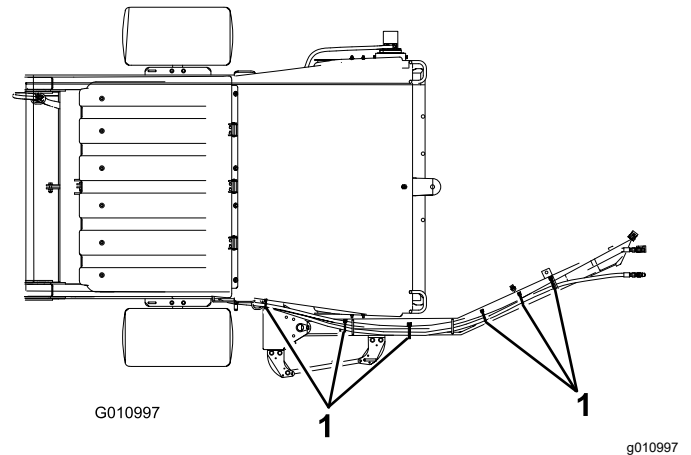
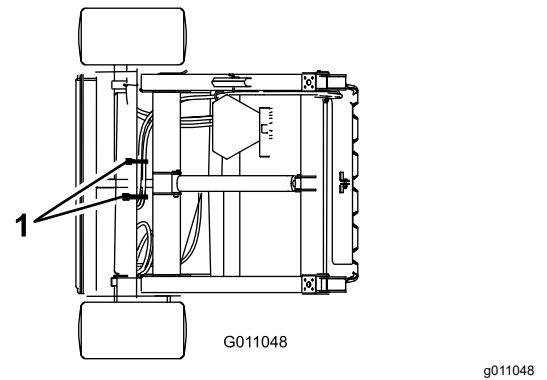

Figura 12
Figura 13
2. Sujete las mangueras hidráulicas y el arnés de cables como se muestra en la Figura 12 y la Figura 13.